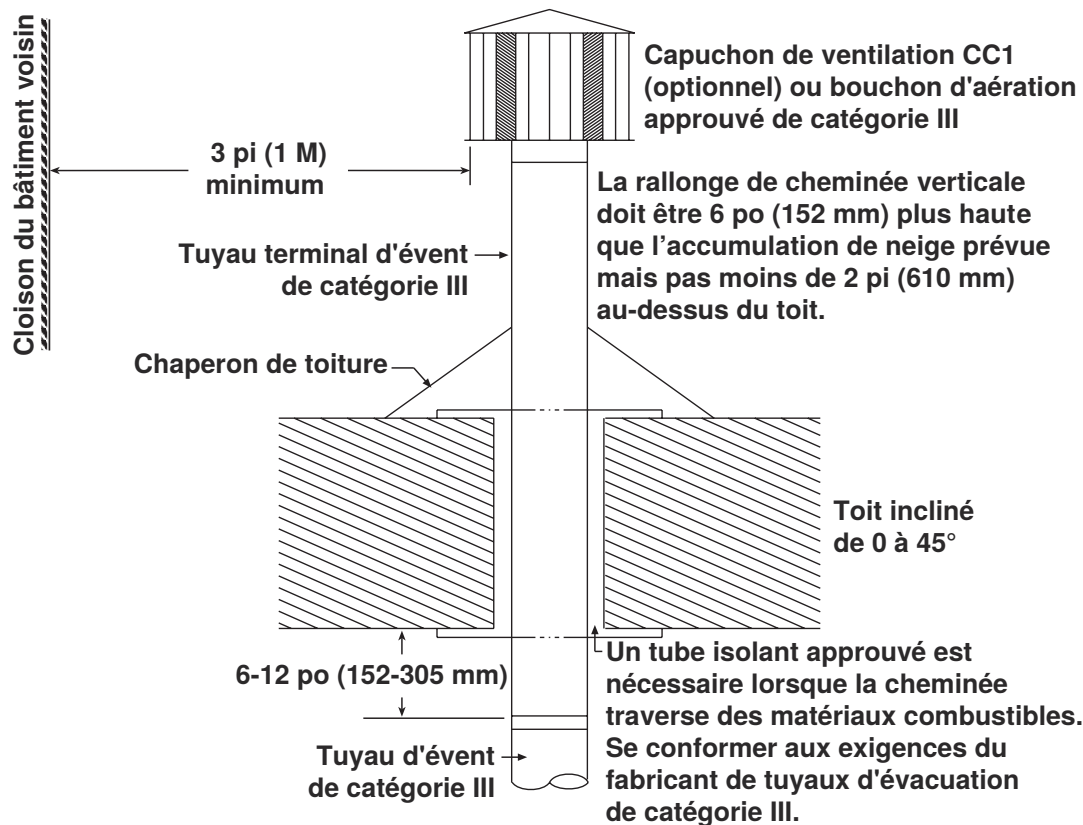

Figure 18. Terminal de ventilation vertical (installations résidentielles)
- c. Reportez-vous aux instructions illustrées à la **Figure 18** pour installer le terminal de ventilation vertical.